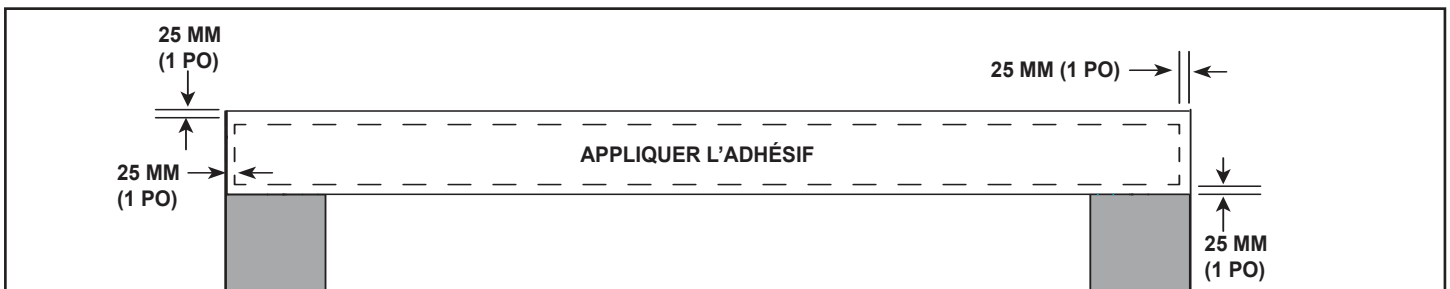

Figure 10.28. Appliquez l'adhésif sur le granite du haut et du bas
6. Appliquez une généreuse quantité d'adhésif au dos de la pièce de granite inférieure. La même méthode sera utilisée pour les pièces du haut et du bas. Voir la figure 10.28 quant à la zone appropriée pour appliquer l'adhésif. NE PAS appliquer d'adhésif trop près des bords. Laissez 25 mm (1 po) autour des bords. Évitez les fuites d'adhésif autour des bords en l'appliquant pas trop près des bords
8. Appliquez une généreuse quantité d'adhésif au dos de la pièce de granite supérieure. Voir la figure 10.28. Le granite est lourd et doit être adéquatement fixé au mur.